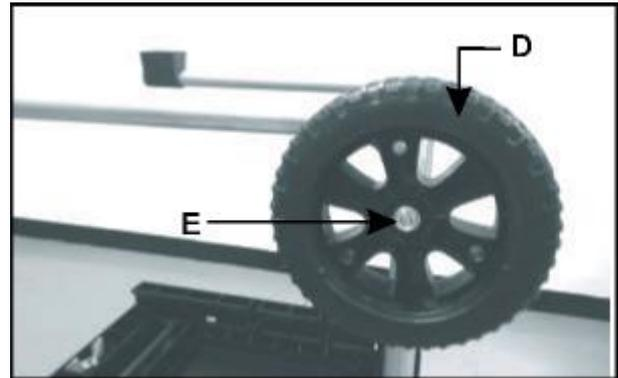

Рис. 1B
2. Наденьте колесо (D) и вручную затяните гайку (E). (Рис. 1B)